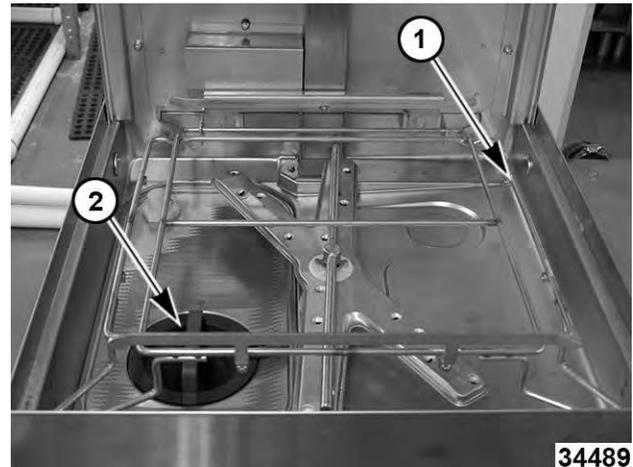

Fig. 90
6. Retire el soporte de la canastilla (1, Fig. 90).
7. Retire la malla del filtro (2, Fig. 90).